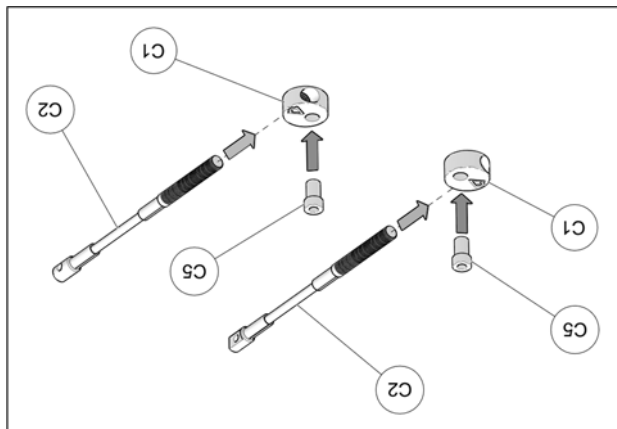

Fig. 20
10. Assembler les câbles des limiteurs de conduite (C2), les disques en aluminium (C1) et les bagues espaces (C5) tel que montré à la Fig. 20